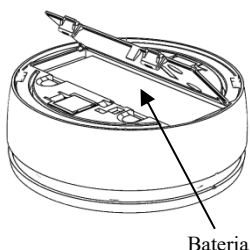

Figura 9
4. Abra a tampa do compartimento das baterias (*ver Figura 9*).
2. Abra a tampa do compartimento das baterias e desconecte as baterias (*ver Figura 9*).